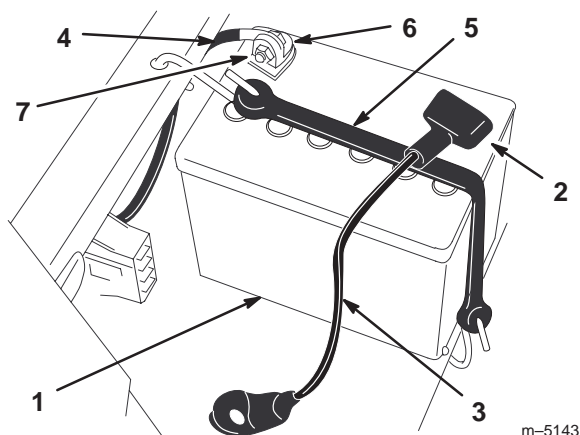

Figure 25
4. Débranchez le câble négatif (noir) de mise à la masse de la borne de la batterie (Fig. 25).
5. Repoussez le capuchon en caoutchouc sur le câble positif (rouge). Débranchez le câble positif (rouge) de la borne de la batterie (Fig. 25).
6. Enlevez la sangle de maintien de la batterie (Fig. 25) et ôtez la batterie de son support.
1. Placez la batterie sur son support, les bornes à l'opposé du panneau de commande (Fig. 25).
4. Fixez les câbles à l'aide de 2 boulons (1/4 x 3/4"), rondelles (1/4") et contre-écrous (1/4") (Fig. 25).
6. Fixez la batterie en place à l'aide de la sangle de maintien (Fig. 25).